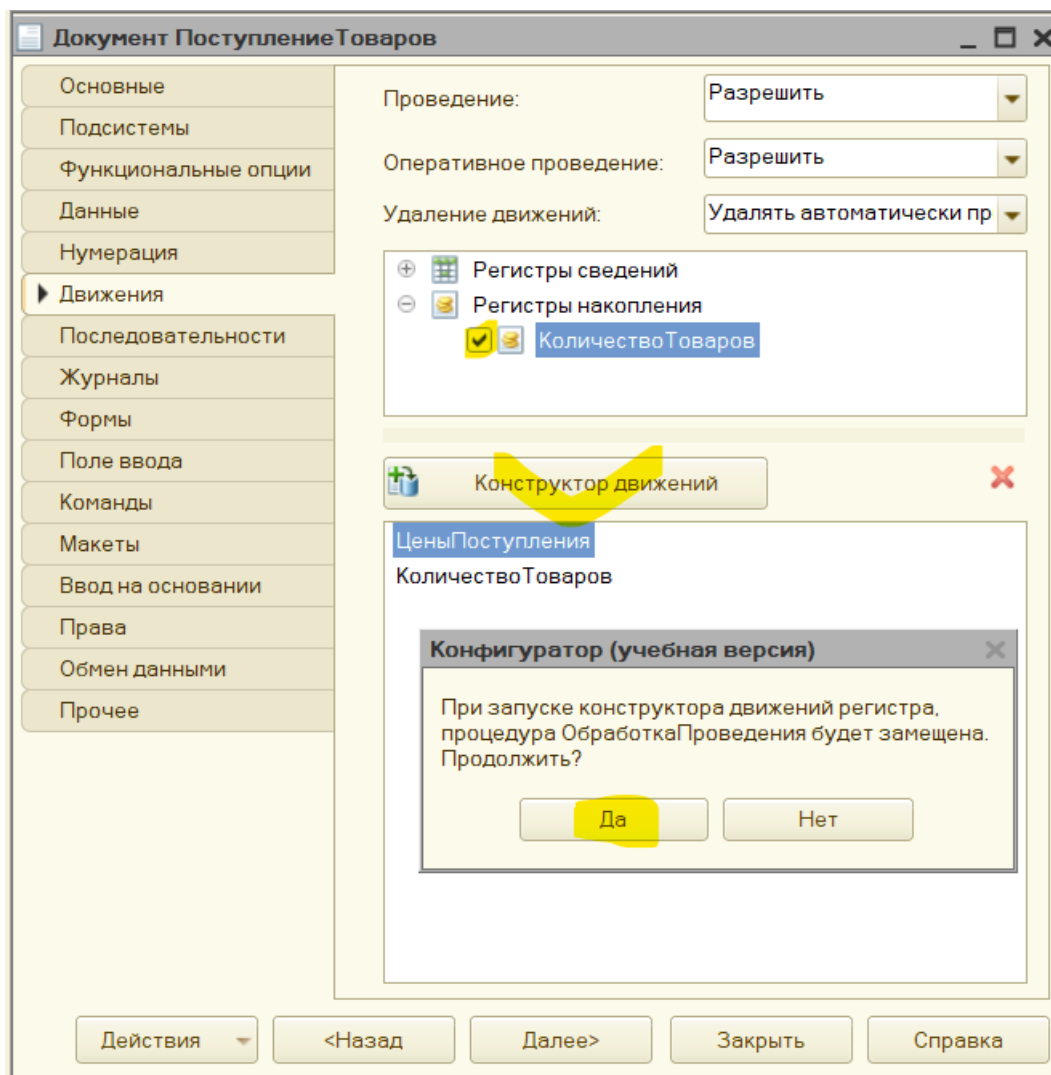

Рис. 3.32. Вкладка Движения окна редактирования документа ПоступлениеТоваров
1. В окне редактирования объекта конфигурации вернемся к документу ПоступлениеТоваров и откроем вкладку Движения (рис. 3.32).
3. После установки флажка сразу становится доступна кнопка Конструктор движений, которым мы и воспользуемся. Так как мы уже работали с регистром сведений, то нам необходимо нажать ДА на вопрос представленный на рис. 3.32.